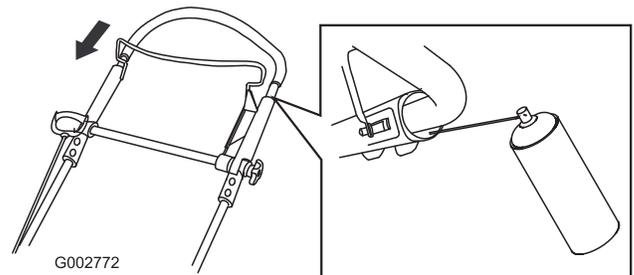

Bild 46
2. Drücken Sie den oberen Biegel ganz nach unten und sprühen Sie die innere Kunststoffoberfläche des äußeren Bügels ein (Bild 46).